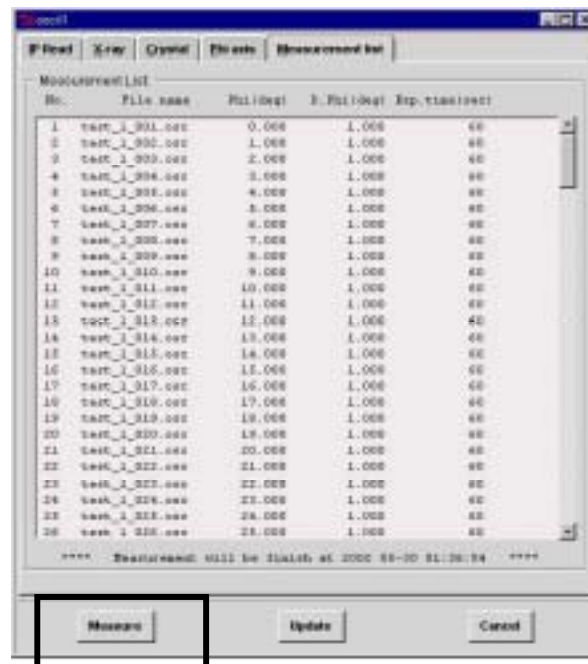

Fig.9
)- 5 : Measurement list : ( Fig.9)
(6) Fig.9 : Measure で測定を開始する。